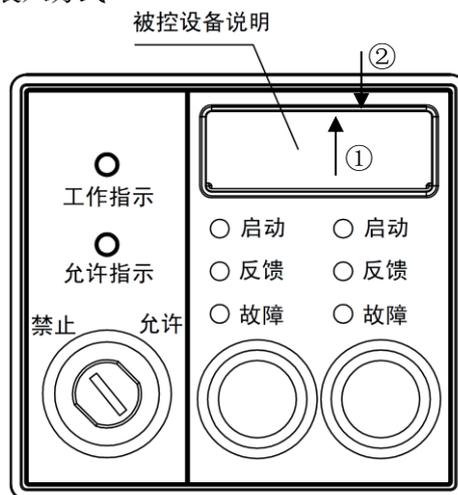

图 8-5 小纸片安装示意图
将小纸片按图 8-5 中箭头①所示插入, 插入后按箭头②所示下推调整即可。